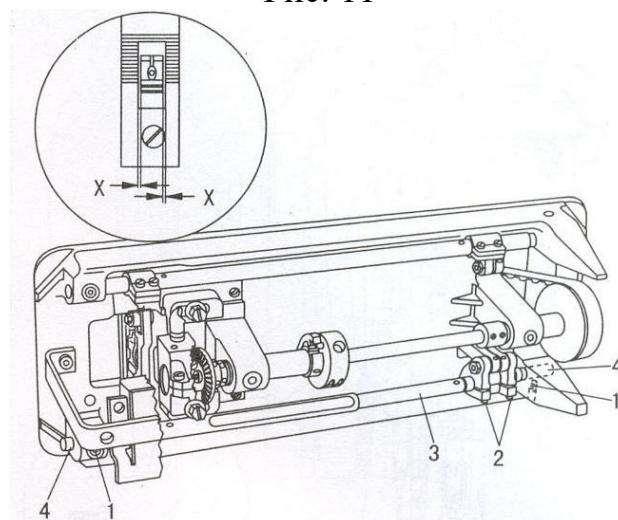

Рис. 12
2. Расположение зубчатой рейки вдоль направления шитья (Рис. 12);